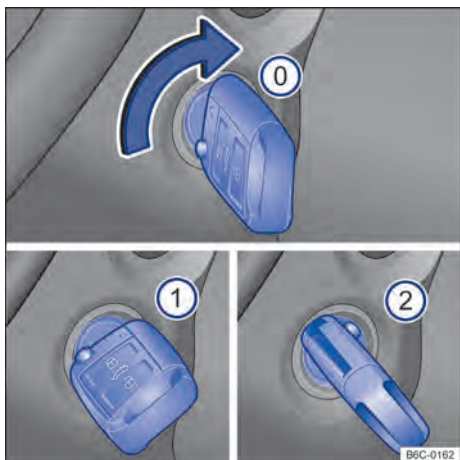

Fig. 87 Ao lado do volante, à direita: posições da chave do veículo no cilindro da ignição.
Posições da chave do veículo → Fig. 87
- ① Ignição desligada. A chave do veículo pode ser retirada.
- ① Ignição ligada.
- ② Pisar no pedal do freio (*veículos com transmissão automática*), ou no pedal da embreagem (*veículos com transmissão manual*) e ligar o motor. Quando o motor pegar, soltar a chave da ignição. Ao soltar, a chave do veículo retorna à posição → Fig. 87 ①.
- **Veículos com cilindro da ignição:** girar a chave do veículo na posição → Fig. 87 ①. A ignição está ligada. Nesse instante a luz de controle do sistema de partida aquecida ∞ irá se acender no instrumento combinado. Aguardar que a luz de controle ∞ se apague indicando o término do aquecimento do combustível (esta ação poderá ser necessária em condições de partida com o motor frio).
- **Veículos com cilindro da ignição:** girar a chave do veículo no cilindro da ignição para a posição → Fig. 87 ② – não acelerar. Quando o motor começar a funcionar, soltar a chave do veículo no cilindro da ignição.
- *Veículos com cilindro da ignição*: girar a chave do veículo no cilindro da ignição na posição → Fig. 87